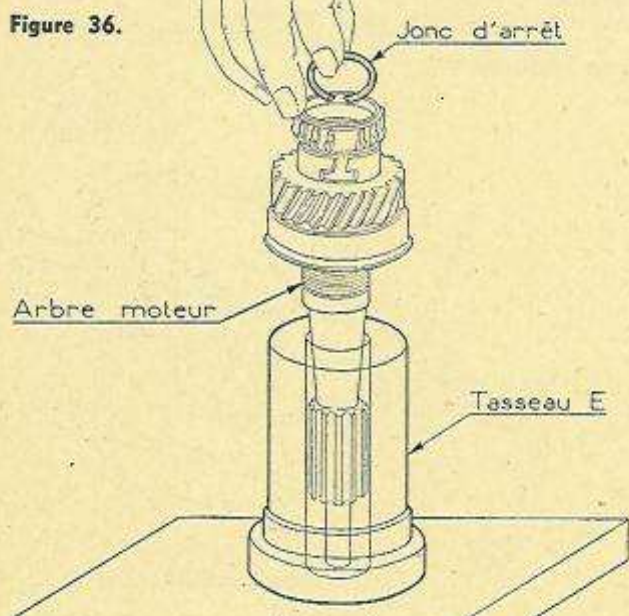

Figure 36.
- Introduire le jonc du fond C 34 obliquement dans l'alésage (fig. 36).